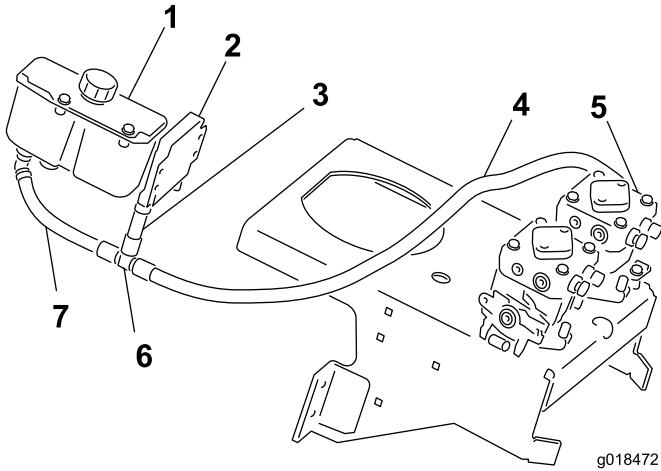
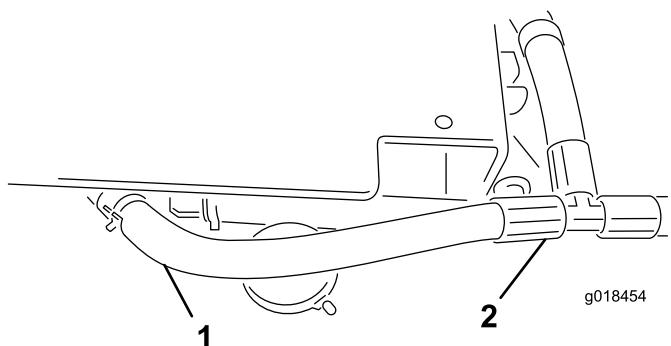
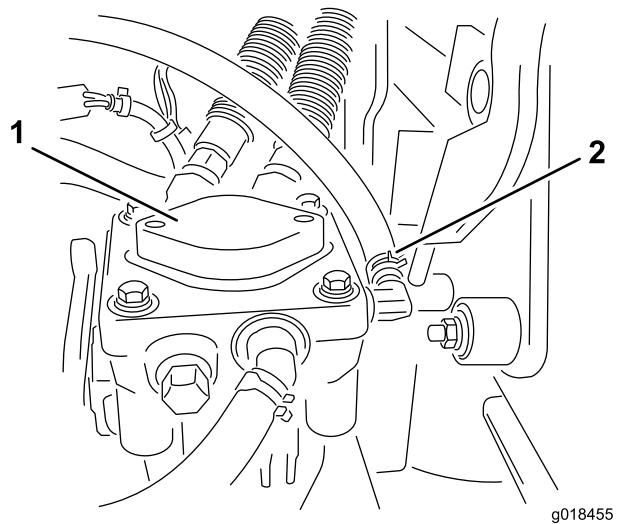

Figure 16
Figure 19
Figure 20
3. Branchez le flexible qui relie le raccord en T à la sortie du groupe de refroidissement (Figure 16 et Figure 19).
4. Branchez le flexible qui relie le raccord en T à la pompe droite (Figure 16 et Figure 20).